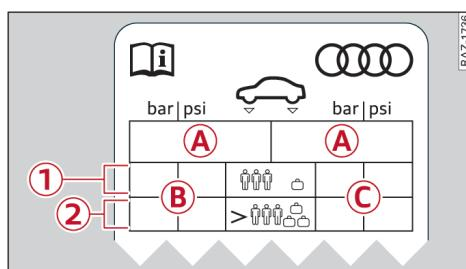

图 128 驾驶员侧 B 立柱：轮胎压力标贴
出厂安装的轮胎的正确胎压标在一张标贴上。标贴 \Rightarrow 图 128 位于 B 柱上 (驾驶员侧)。
- ▶ 根据标贴 \Rightarrow 图 128 上读取正确的轮胎充气压力。
在车上每次更改轮胎气压（从部分装载改为满载或从满载改为部分装载）或更换车轮后，必须重新存储轮胎压力 \Rightarrow 第 201 页。轮胎压力监控显示系统只监控您存储的轮胎充气压力。关于车辆轮胎充气压力建议，请参见轮胎充气压力标贴 \Rightarrow 第 198 页，图 128。